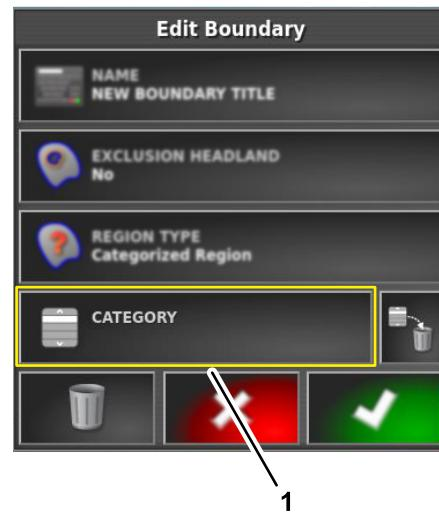

Figure 65
- Dans la boîte de dialogue Modifier une limite, appuyez sur l'icône CATÉGORIE pour afficher une liste des types de catégorie (Figure 65).